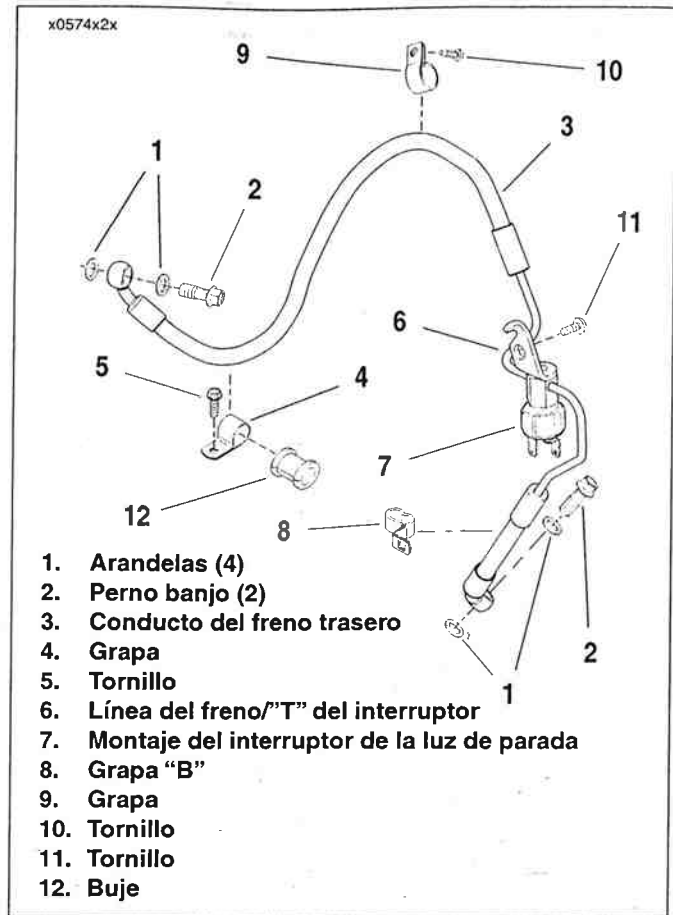

Figura 2-128. Conducto del freno trasero
3. Vea la Figura 2-128. Desenchufe los conectores [121] del arnés del interruptor de la luz de parada (7).
4. Quite el perno banjo (2) y arandelas (1) para separar la línea del freno trasero (3) del cuerpo de la bomba de frenos y la mordaza del freno trasero. Deseche las arandelas.
5. Extraiga el tornillo (5) para separar la grapa de la línea del freno (4) con el buje (12) de la horquilla trasera.
6. Extraiga el tornillo (10) para separar la grapa de la línea del freno (9) de la pieza de soporte de la bandeja de la batería.
7. Quite el tornillo (11) que asegura la línea del freno/"T" del interruptor (6) a la pieza de soporte de la bandeja de la batería.
8. Pase la línea del freno hacia arriba a través de la grapa "B" (8).
1. Vea la Figura 2-128. Enrosque el interruptor de la luz de parada (7) en la línea del freno/"T" del interruptor (6) en la línea de freno trasero **nueva** (3). Sostenga el cuerpo hexagonal de la línea del freno/"T" del interruptor con una llave española. Con un casquillo profundo de seis puntos de 25,4 mm (1,0 pulg.) apriete el montaje de la luz de parada a 9,0-13,9 N·m (80-123 lb-pulg.).
2. Pase la línea del freno trasero hacia abajo a través de la grapa "B" (8).
3. Coloque la pieza de soporte de montaje de la línea del freno/"T" del interruptor en la pieza de soporte de la bandeja de la batería. Asegure con el tornillo (11). Apriete a 8,14-13,6 N·m (72-120 lb-pulg.).
4. Instale la grapa (9) y tornillo (10) para asegurar la línea del freno trasero a la pieza de soporte de la bandeja de la batería. Apriete el tornillo a 3,4-4,5 N·m (30-40 lb-pulg.).